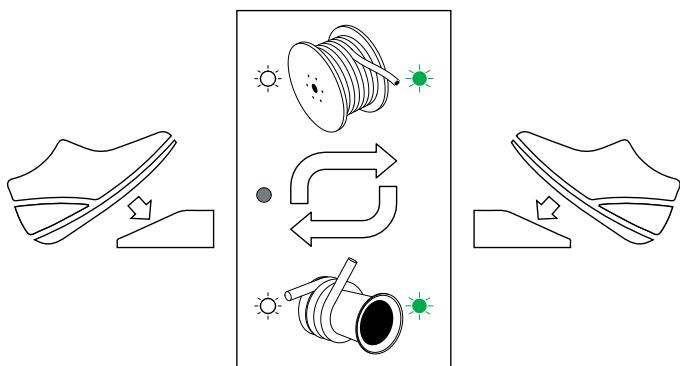

Figure 13
11. Appuyer sur la pédale du tire-câble/dispositif d'alimentation et le voyant à DEL vert s'allume à côté de l'icône du tire-câble/dispositif d'alimentation. (Fig. 13)